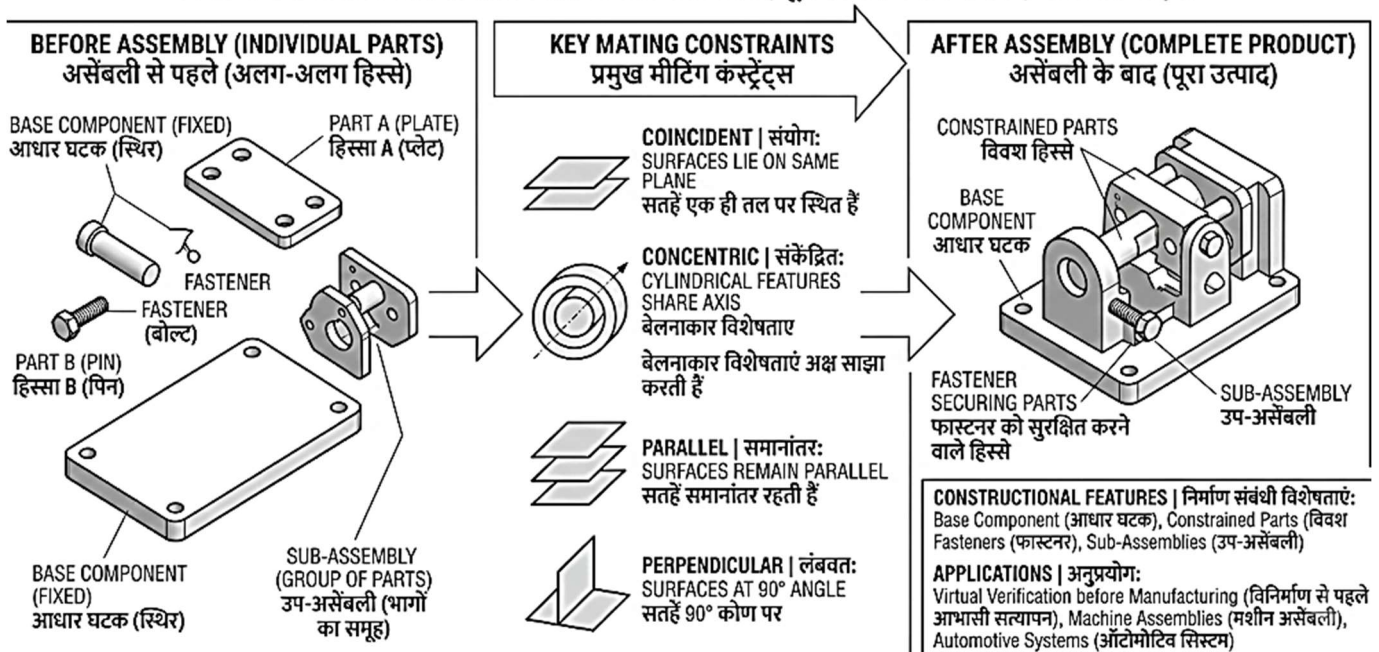

Fig. 3.5: Assembly Creation from Individual Parts | व्यक्तिगत भागों से असेंबली निर्माण
3.5.1 Introduction (Fig. 3.5)
3.5.1 परिचय (Fig. 3.5)